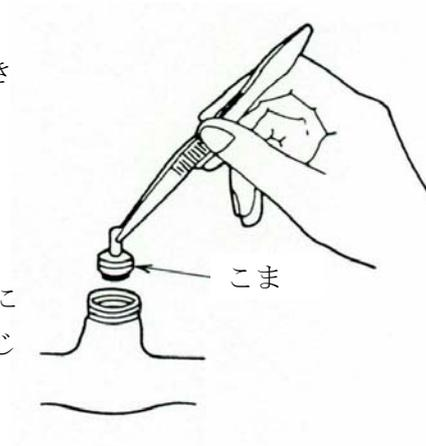

図 1-10 コマの取り出し
- (4) スピンドルを抜いた水栓本体の中に節水コマが残っていますので、ピンセットなどで取り出してください。（図 1-10）
- (5) 水栓には 13mm と 20mm があり、節水コマにも 13mm と 20mm がありますので、水栓と同じ大きさのコマに取替えてください。